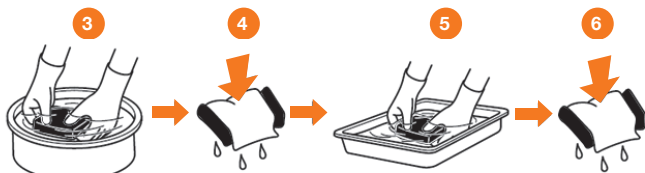

Рис. 11
- Откройте крышку воздушного фильтра **1** (Рис. 11).